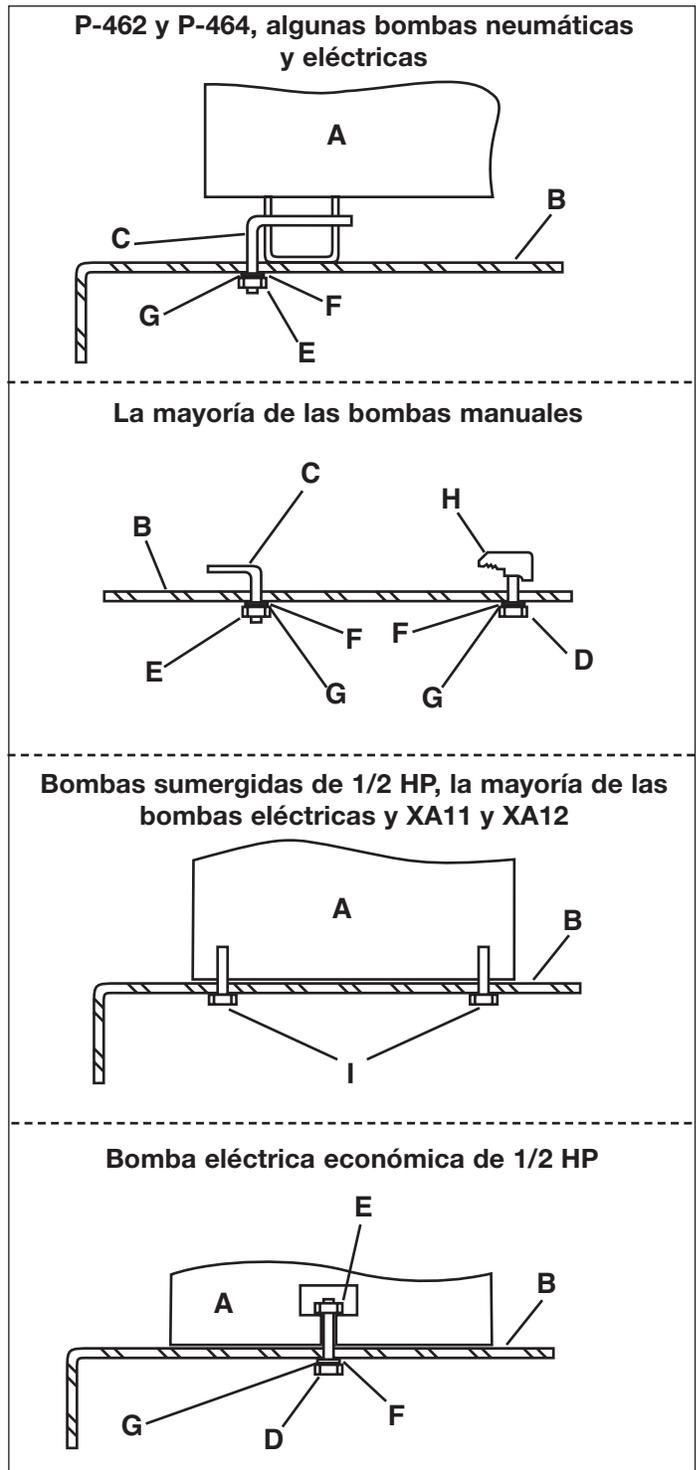

Figura 3. Instalación de la bomba en el soporte de montaje
4. En la siguiente tabla se muestra el conjunto para montaje que se utiliza con modelos de bomba Enerpac. Instale la bomba en el soporte de montaje como se muestra en la Figura 3. Apriete bien todos los pernos.
Legenda para la Figura 3: